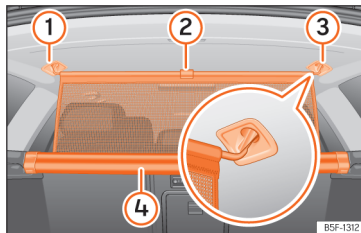

Abb. 138 Im Gepäckraum: Trennnetz einhaken.
- Ziehen Sie die Lasche »» Abb. 138 ② nach oben, um das Netz aus dem Einsatz ④ zu nehmen.
- Hängen Sie das Trennnetz an der rechten oder linken Seite ③ (vergrößerte Darstellung) ein.
- Hängen Sie das Trennnetz an der Aufnahme der anderen Seite ① ein, indem Sie an der Stange ziehen.